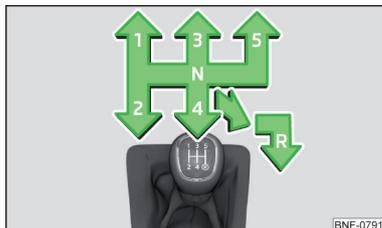

Fig. 121
» fig. 121.
- Placez le levier de vitesse complètement vers le bas et vers la droite plus vers l'arrière en position **R** » fig. 121.